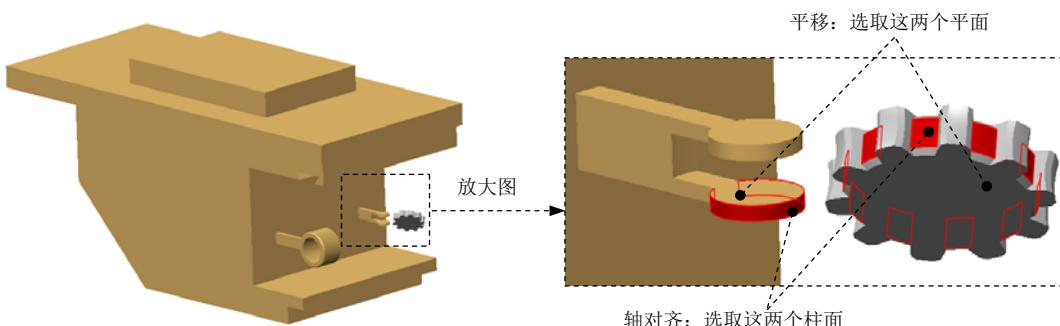
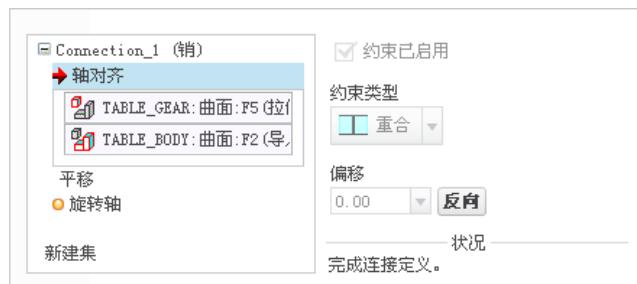

图 9.6.6 创建销 (Pin) 连接
图 9.6.7 定义“轴对齐”约束
Step3. 引入第二个元件 TABLE_GEAR.prt，并将其调整到图 9.6.6 所示的位置。
(1) 在“元件放置”操控板的机械连接约束列表中选择 销 选项。
(2) 定义“轴对齐”约束。单击操控板中的 放置 按钮，分别选取图 9.6.6 中的两个柱面为“轴对齐”约束参考，如图 9.6.7 所示。
(3) 定义“平移”约束。分别选取图 9.6.6 中的两个平面为“平移”约束的参考，如图 9.6.8 所示。